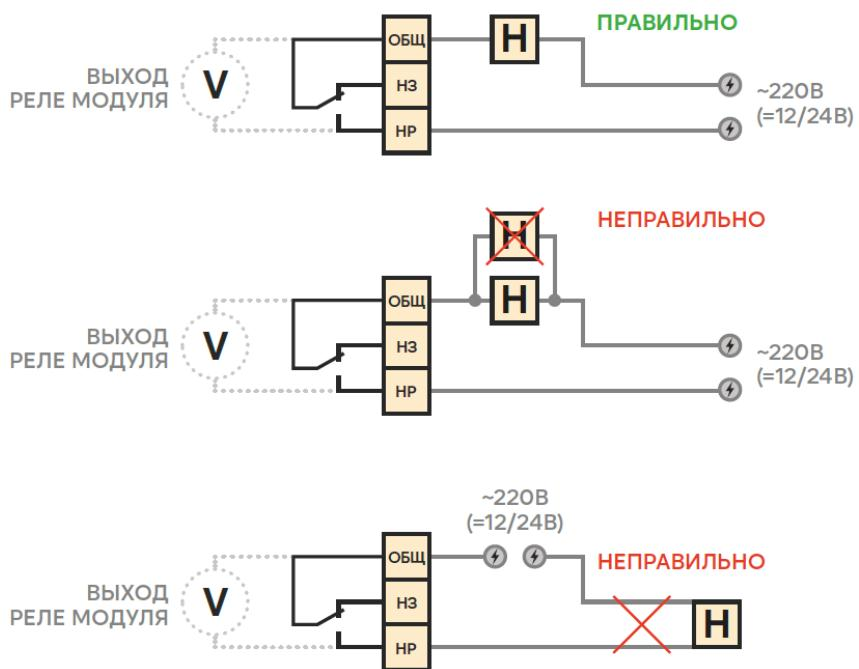

Рис.4. Особенности схемы подключения нормально-включенной нагрузки к КУПОЛ-Р4.
2.2.4. На рис.4 показаны наиболее часто встречающиеся ошибки подключения нормально-выключенной нагрузки к контактам модуля. На рисунке представлен также принцип контроля цепи управления, который условно может быть представлен как вольтметр, измеряющий напряжение между клеммами ОБЩ и НР.
3. Извлечение платы из корпуса и удаление джамперов указанных на рис.4 производить при отключенном напряжении нагрузки.
Как демонстрирует рис.4, модуль обеспечивает контроль исправности цепи только одной подключенной нагрузки – обрыв цепи второй нагрузки обнаружен не будет.
При этом для эффективного контроля исправности нагрузки и цепи управления рекомендуется устанавливать модуль вблизи нагрузки. При работе с удаленной нагрузкой, как показано на рис.4, короткое замыкание в проводах, питающих нагрузку, обнаружено не будет.